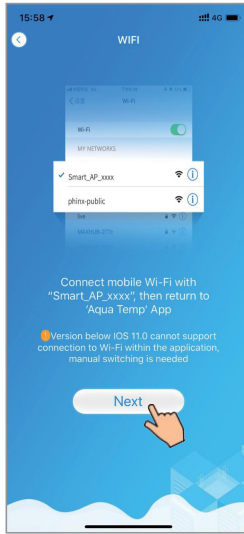
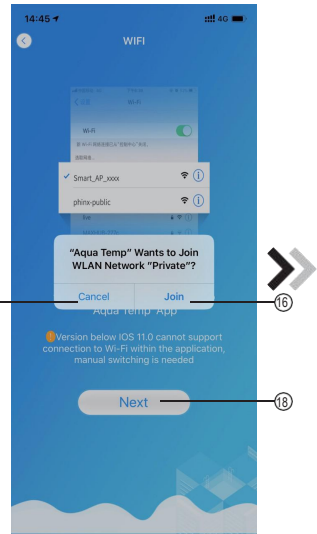
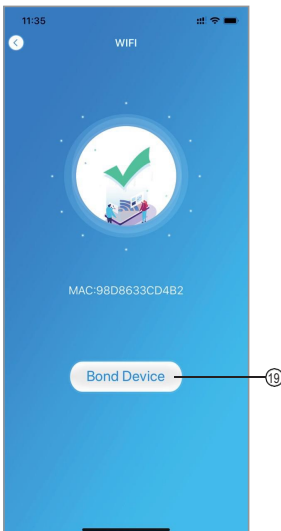

Fig.14 Anslut specificerad WIFI
Fig.15 Konfigurera nätverksgränssnitt
Fig. 16 Gränssnitt för obligationenheter
4. Dra tillbaka sidan för att konfigurera nätverksgränssnitt (fig. 14), klicka 16 för att gå med i WLAN-nätverket, klicka 17 för avbryta, klicka 18 för att vända nästa sida (Fig. 15); klicka på 19 för att fästa enheten (fig. 16)